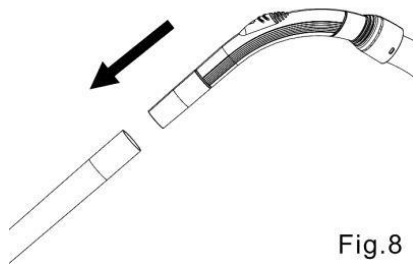

Fig.8
Paso 8: Inserte el tubo curvado de la manguera en el tubo ajustable (Fig. 8). Asegúrese de que la conexión sea firme.